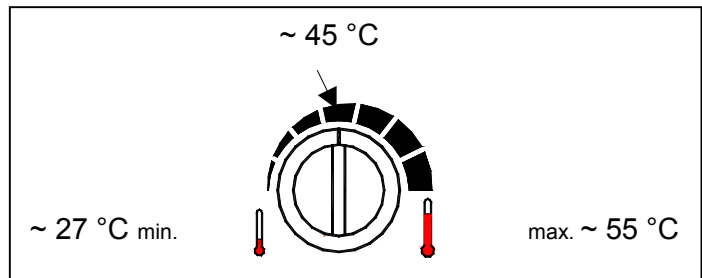

Bild 4: energiesparende Einstellung
- ⇒ Um eine hohe Leistungszahl der integrierten Wärmepumpe und niedrige Standverluste zu erzielen, sollte die WW-WP normalerweise nicht über 45 °C Warmwassertemperatur (Bild 4) betrieben werden.